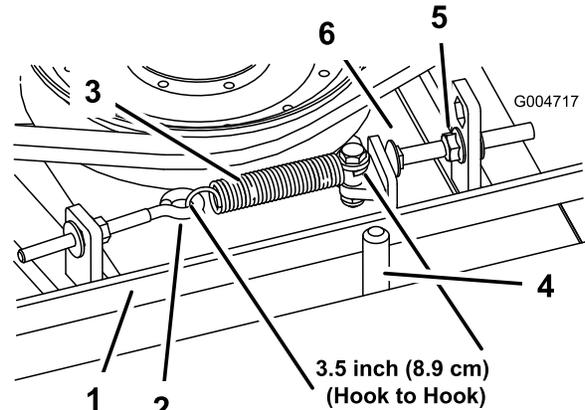

Figure 70
jusqu'à obtenir un jeu approximatif de 3 +1,5/0,0 mm entre la tête du boulon et le bras de la poulie de tension (Figure 70).
**Remarque:** La courroie doit être placée du côté ressort du guide (Figure 70).
2. Desserrez le boulon à œil pour pouvoir enlever le ressort d'extension (Figure 70).
3. Desserrez l'écrou à embase qui fixe le boulon de butée à la patte de montage. Reculez l'écrou suffisamment pour que le bras de la poulie de tension passe le boulon de butée (Figure 70). Éloignez la poulie de tension de la courroie pour détendre cette dernière.
8. Raccrochez le ressort d'extension (Figure 70) au boulon à œil et tendez la courroie comme suit :